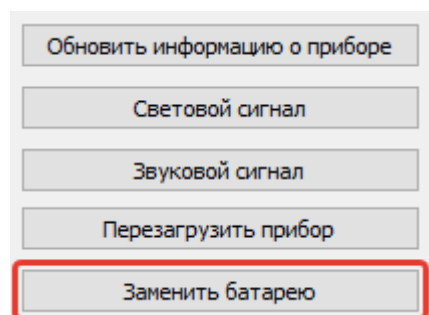

Рисунок 13 – Обновление времени работы прибора на дисплее
- 2) нажать кнопку «Заменить батарею» (рисунок 13).